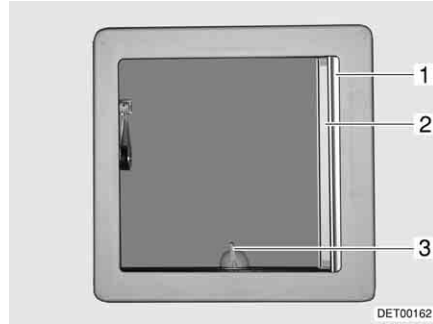

Fig. 13 Lanterneau basculant
- Pour ouvrir, tourner le levier (Fig. 13,3) d'un quart de tour dans le sens inverse des aiguilles d'une montre et pousser le lanterneau basculant, via le levier, vers le haut.
- Tourner le levier (Fig. 13,3) d'un quart de tour dans le sens des aiguilles d'une montre.
- Retirer le dispositif occultant plissé (Fig. 13,1) et le relâcher lorsqu'il a atteint la position voulue. Le dispositif occultant plissé reste alors dans cette position.
- Tirer la moustiquaire (Fig. 13,2) dans le sens de la flèche jusqu'à ce que le dispositif de verrouillage s'enclenche dans la partie opposée.